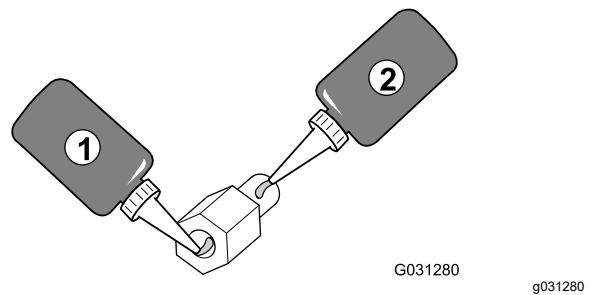

Figura 12
2. Aplique una capa de fijador de roscas (capilar – resistencia media-alta) a las roscas de la porción de la tuerca del separador roscado (Figura 12).
4. Aplique una capa de fijador de roscas (capilar – resistencia media-alta) a las roscas de la porción del espárrago del separador roscado (Figura 12).